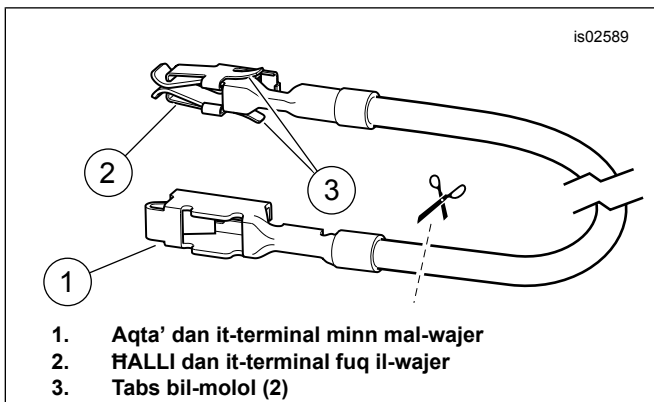

Figura 24. Wajer tal-Adapter tal-Blokka tal-Fjus (Dyna u Softail)
1. Ara Figura 24 . il-konfigurazzjoni tal-konnessjoni "tnejn f'wieħed". Ġib il-konnettur tal-isplice issiġillat **aħmar** (ara Figura 34 , Oġġett 4) mill-kitt. Qabbad il-wajer l-iswed (13) mill-kit mal-wajer tal-earth tat-trasmittitur l-iswed skont l-appendiċi tal-manwal tas-servizz. Daħħal il-conduit (10) mill-kitt fuq il-wajer konness tal-earth.
4. Aghżel l-iżgħar dijometru tat-terminal taċ-ċirku (7) mill-kit. Oqros it-terminal taċ-ċirku fuq il-wajer l-iswed tat-trasmittitur skont l-istruzzjonijiet tal-għodda tal-qris Packard fl-appendiċi tal-manwal tas-servizz.
6. Ara Figura 24 . Il-konfigurazzjoni tal-konnessjoni "wieħed f'wieħed". Ġib il-konnettur tal-isplice issiġillat **blu** (ara Figura 34 , Oġġett 5) mill-kitt. Għaqqad il-lead tal-enerġija tal-harness tal-wajer tal-apparat li jiftaħ il-bieb tal-garaxx mal-wajer tal-adapter skont l-appendiċi tal-manwal tas-servizz.
3. Ara Figura 34 . Oħroġ il-wajer tal-adapter tal-blokka tal-fjus oranġjo/abjad (12) mill-kitt. Innata t-terminal fuq kull tarf (ara Figura 24). It-terminal bit-tabs bil-molol biss jidhol gewwa din il-blokka tal-fjus. Aqta' b'attenzjoni t-terminal mhux użat minn mal-wajer u armih.